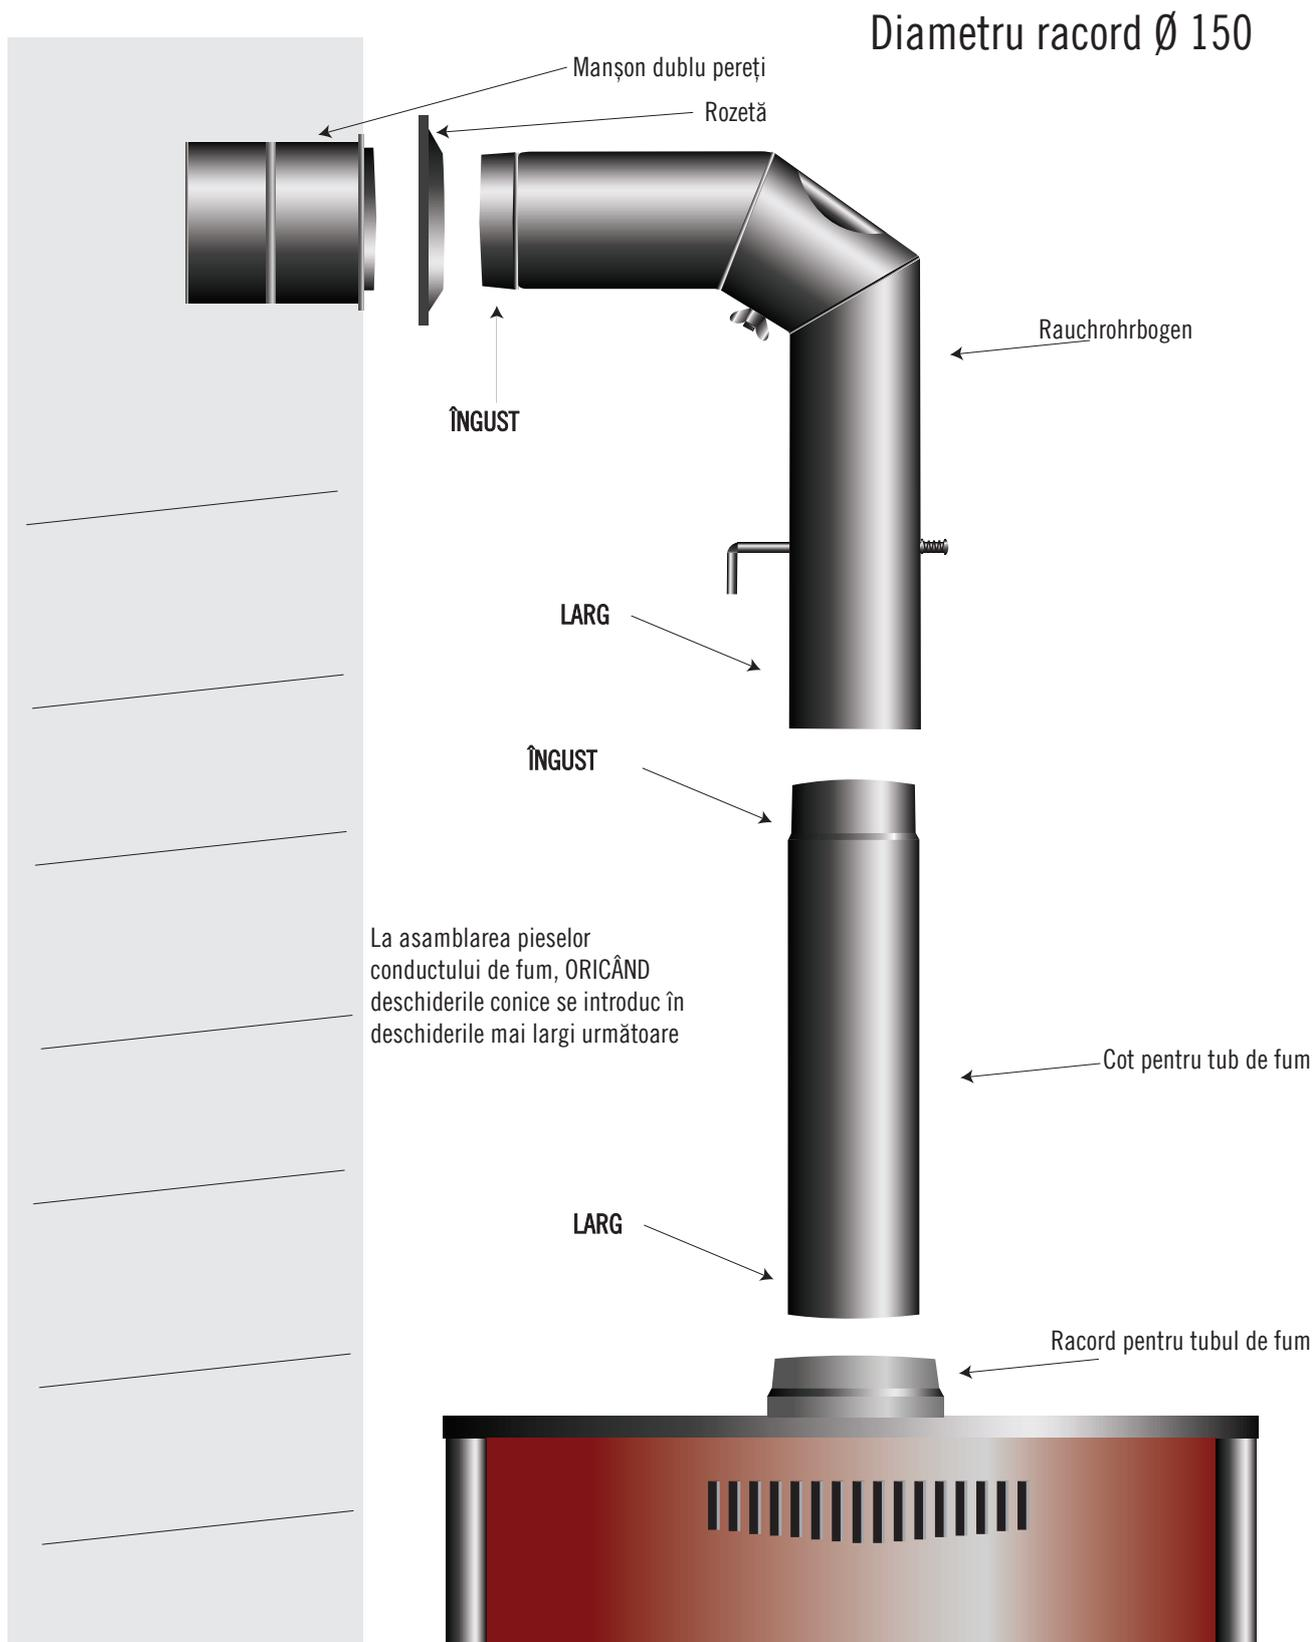

Figura 1: Racordarea șemineului la coșul de fum
2. Figura 1 Racordarea sobei pe lemne la coșul de fum	Pagina 126